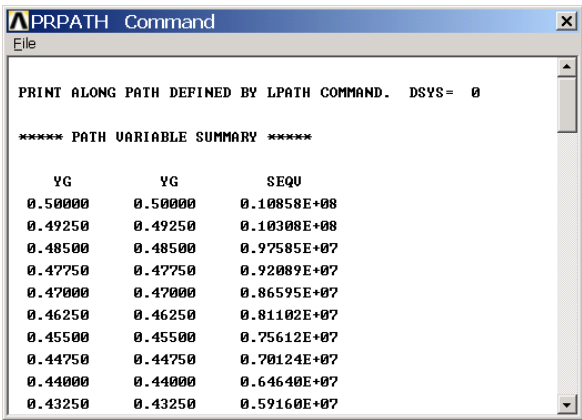

图6.46 列表显示路径结果
(2) 在【Path items to be listed】列表框中选择要显示的结果项，如【YG】和【SEQV】，然后单击【OK】按钮即可列表显示路径结果，如图 6.46 所示。